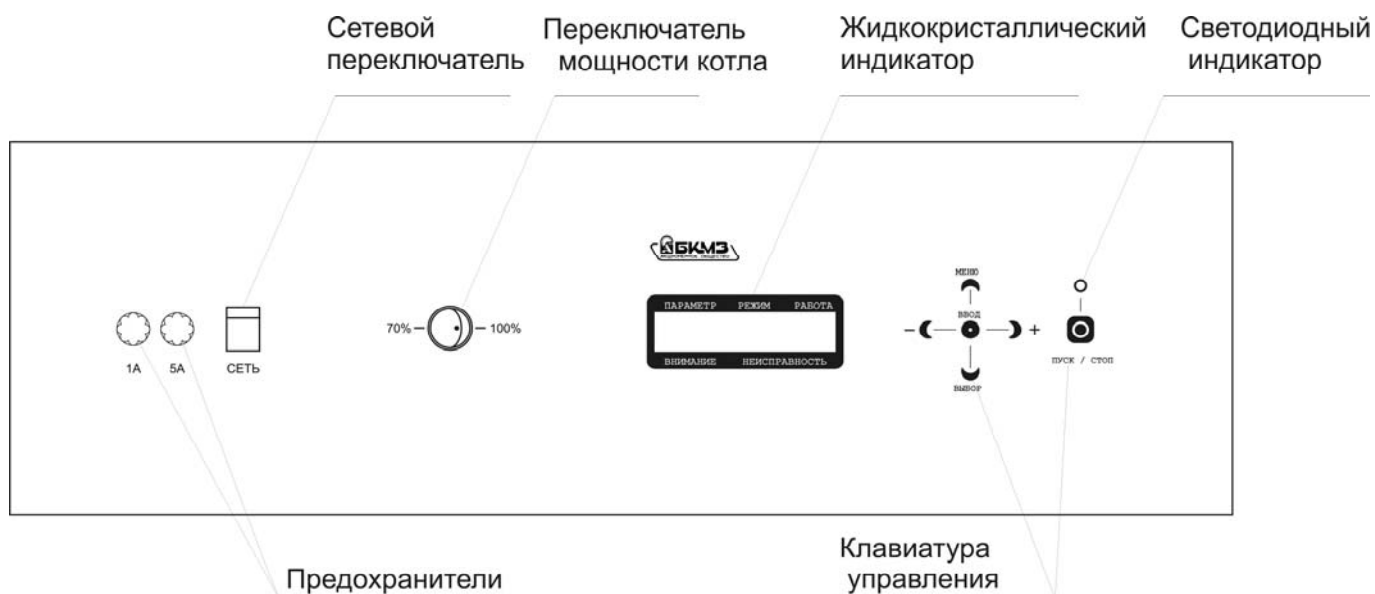

Рис. 9 Органы управления котлом
7.1.1. Убедиться, что переключатель «Сеть» (см. Рис. 9) на передней панели управления находится в положении «Выкл.», а переключатель «70 – 100%» - в положении 70%.